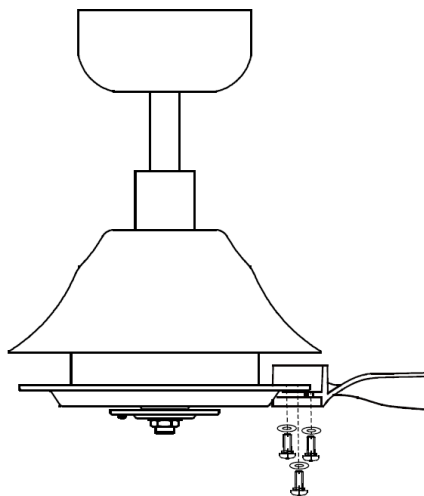

Abb. 8
- Führen Sie die Schrauben durch die Rotorenblatthalterungen und Rotorenblätter hindurch und befestigen Sie die Rotorenblätter dann durch das Festziehen der 3 Schrauben am Motor. Abb. 8